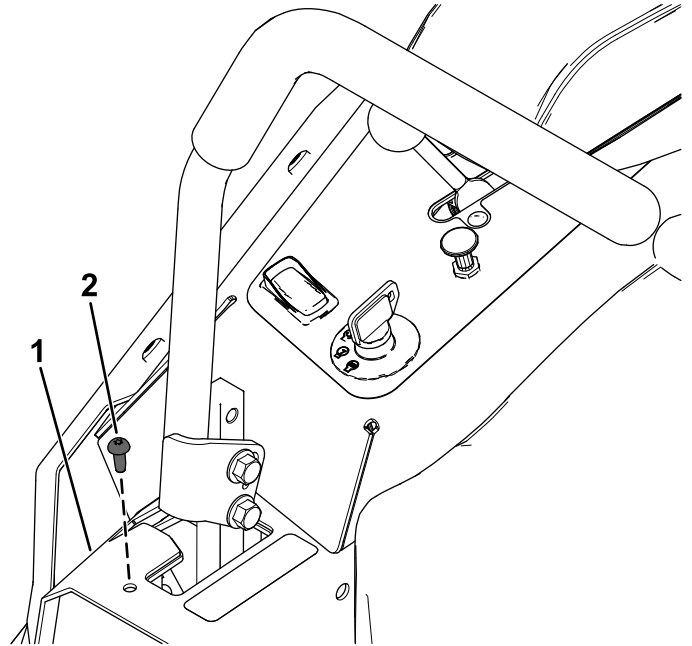

Bild 9
2. Entfernen Sie die Blechschraube von die Abdeckung des rechten Fahrtriebshebels (Bild 9).
6. Montieren Sie die zuvor entfernte Blechschraube in die Abdeckung des rechten Fahrtriebshebels (Bild 9).